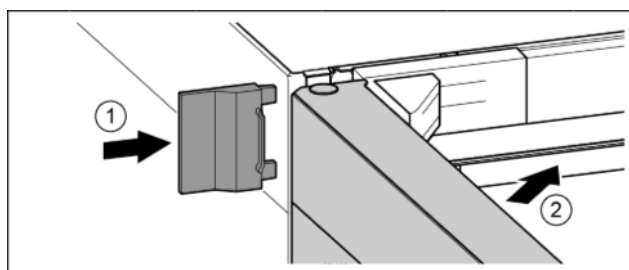

Fig. 22
- ▶ Vnější kryt nasuňte. Fig. 22 (1)
- ▶ Zavřete horní dveře. Fig. 22 (2)